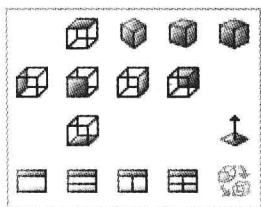
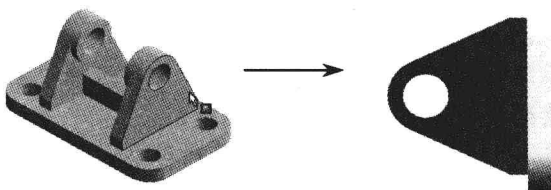

图 1-8 视图定向选择下拉菜单
图 1-9 “正视于”操作
- “视图定向”按钮：单击该按钮后，将弹出视图定向选择下拉菜单，如图 1-8 所示，通过单击此菜单栏中的按钮，可将视图调整到上、下、左、右、前、后和轴测视图（或多视图方式）进行显示。单击“正视于”按钮后，可选择模型的某个面，以显示正视于此面的视图，如图 1-9 所示。